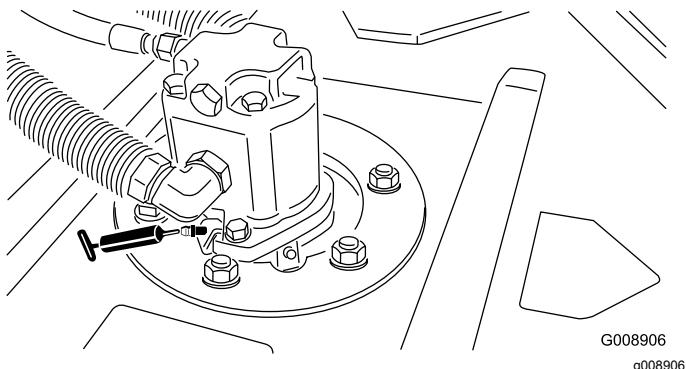

Bild 54
- Spindelwellenlager des Mähwerks (2 pro Mähwerk) — Bild 54